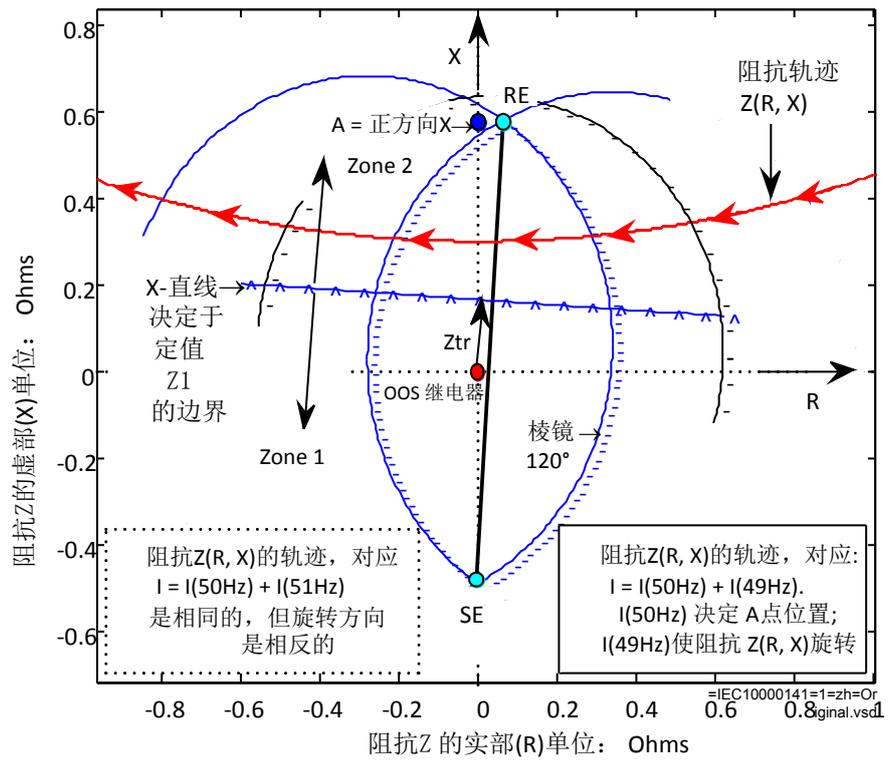
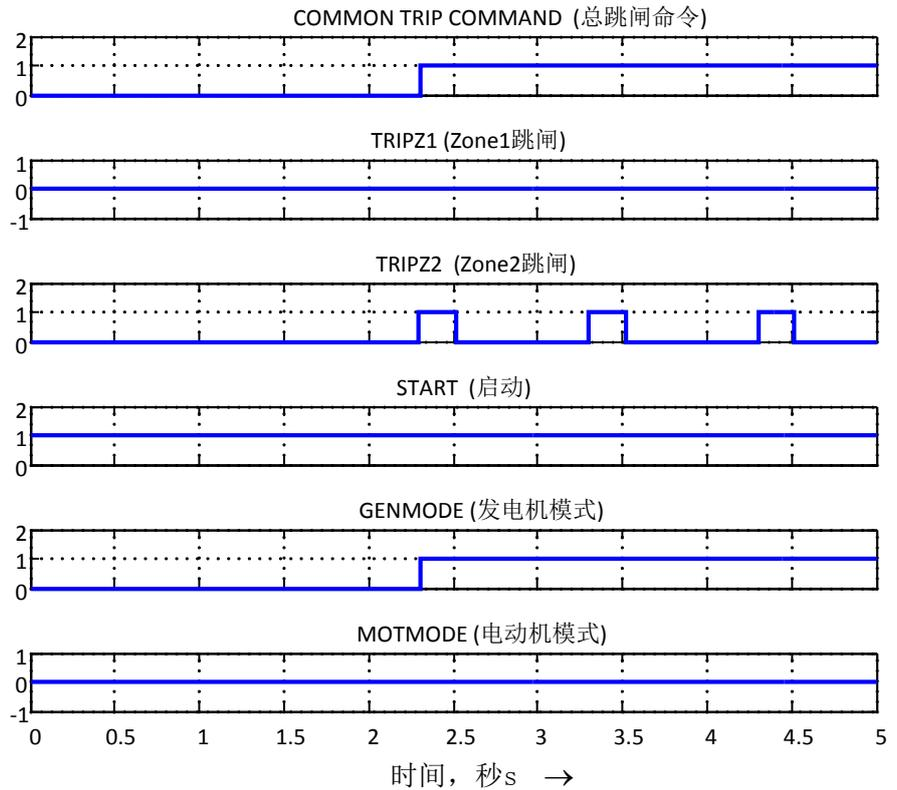

图 11: 注入电流由两个分量的阻抗轨迹: 50Hz 分量和 49Hz 分量
图 12: 注入电流有两个分量的布尔输出信号: 50Hz 分量和 49Hz 分量
1. 计算与测量电抗 *ForwardX* 相对应的基频电流幅值，见 图 11。
51.000 Hz。这一附加电流分量幅值为电流 I 的 0.9 倍，如果对称附加电流频率为 49.000 Hz，阻抗轨迹的详细描述在 图 11。综合阻抗 Z(R, X) 的轨迹从右向左，如 图 11。布尔输出信号 MOT 必须设为 TRUE (1)，如 图 12。如果 X 按某种方式设定，那么区域 2 从变压器高压侧终端开始，如 图 11，然后所有的失步都出现在区域 2，这可视为布尔输出 TRIPZ2，这一输出周期性地设为 TRUE (1)，然后复位为 FALSE (0)。在这一测试中，跳闸输入必须设为 TRUE (1)。如果附加电流为 51.000 Hz，综合阻抗 Z(R, X) 轨迹为从左向右，布尔输出信号 GENMODE 必须设为 TRUE (1)。剩下的信号要在 49 Hz 测试之下。
期望结果：如 图 12 49Hz 的测试。区域 2 中周期性的跳闸命令，周期为 1Hz。